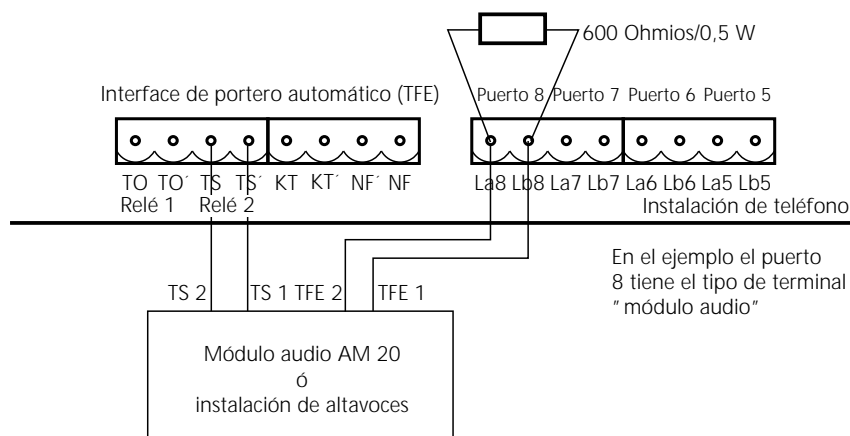

Fig. 4: Conexión de un módulo audio
- o a uno de los puertos analógicos (ver fig. 4).